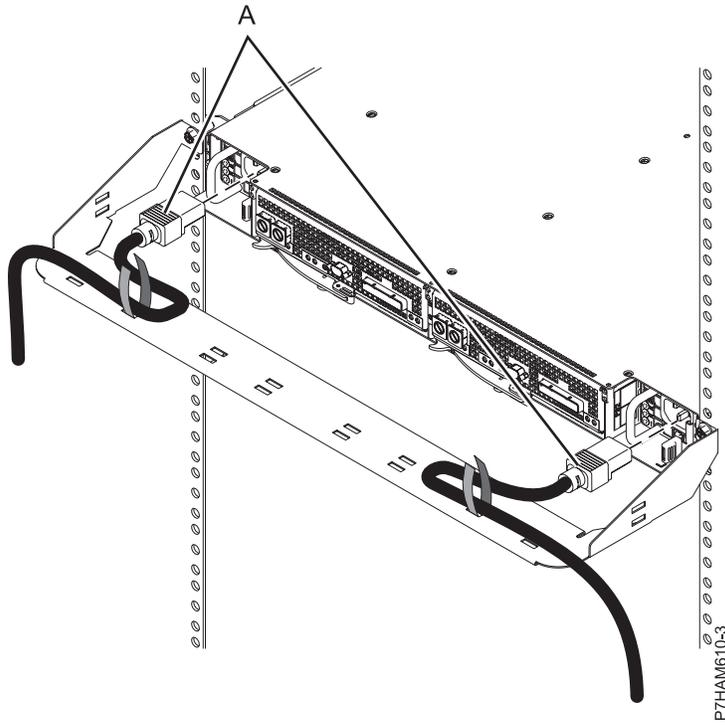

Figura 18. Instalación de los cables de alimentación
- i. En la parte posterior del bastidor, instale los cables de alimentación (A), tal como se muestra en la Figura 18 en la página 18.